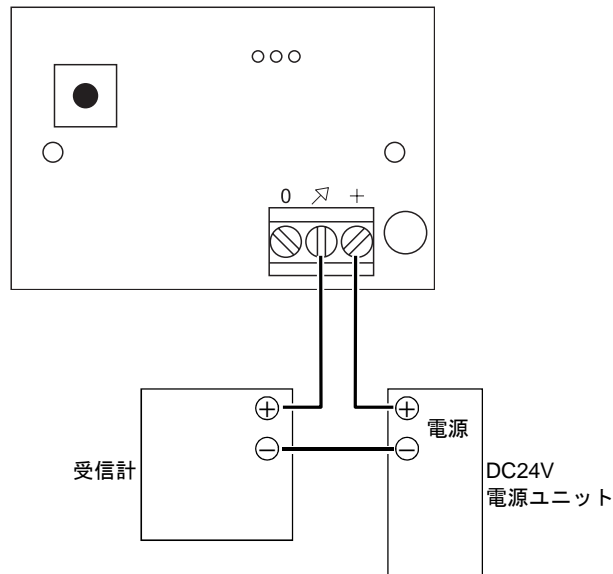

図6 受信計・電源ユニットとの結線
- (1) 表面のねじを緩め、前面カバーを開きます。
- (2) 『図6』に示すように、結線します。